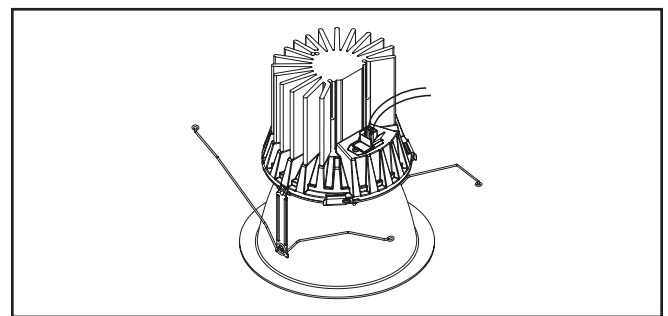

Figura 8.
4. Enchufe la luminaria de desconexión rápida en el módulo (Figura 8.).